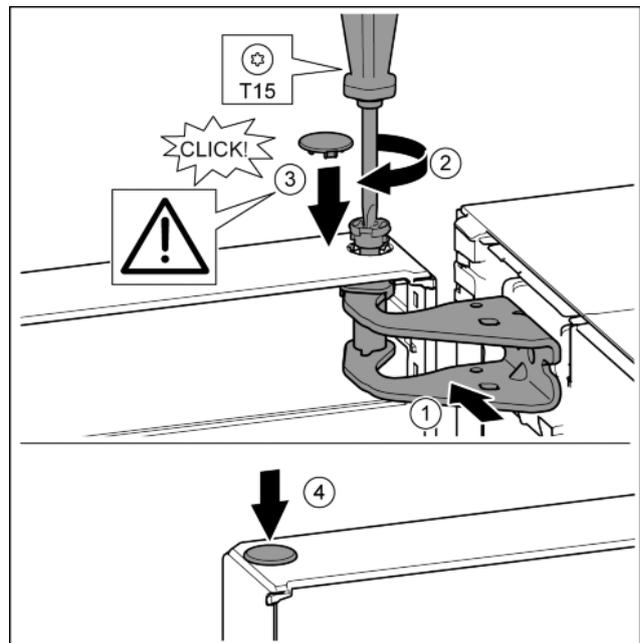

Fig. 20
- ▶ Tür oben zur Öffnung im Lagerbock ausrichten. Fig. 20 (1)
- ▶ Bolzen einsetzen und mit Schraubendreher T15 festschrauben. Fig. 20 (2)
- ▶ Sicherheitsabdeckung zur Sicherung der Tür montieren: Sicherungsabdeckung einsetzen und Kontrollieren ob sie auf der Tür aufliegt. Ansonsten Bolzen vollständig einsetzen. Fig. 20 (3)
- ▶ Stopfen einsetzen. Fig. 20 (4)